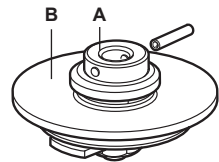

Abb. 4 DN125
- (Siehe Abb. 4) Der Vorhub-Kegel (A) arbeitet wie ein Pilotventil, öffnet zuerst und ermöglicht dem Medium das Durchströmen mit einer kontrollierten Menge. Der Differenzdruck am Ventil wird kleiner - dies ermöglicht dem Hauptventilkegel (B) das leichtere Abheben vom Ventilsitz. Damit das Medium beim Schließen unterstützend wirken kann, muss es auf Seite des Faltenbalgs eintreten. Dies ist das Gegenteil wie bei einer normalen Installation.